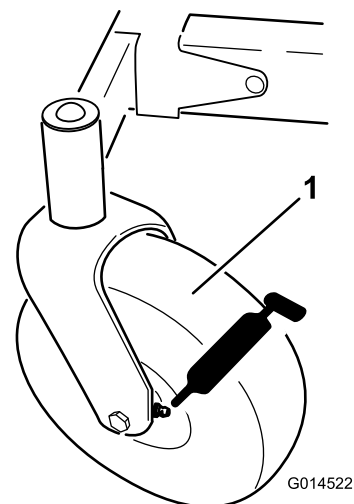
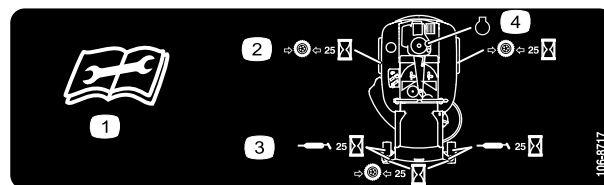

Bild 35
Bild 36
3. Reinigen Sie die Schmiernippel (Bild 35 und Bild 36) mit einem Lappen.
4. Setzen Sie die Fettpresse nacheinander an allen Nippeln an (Bild 35 und Bild 36).